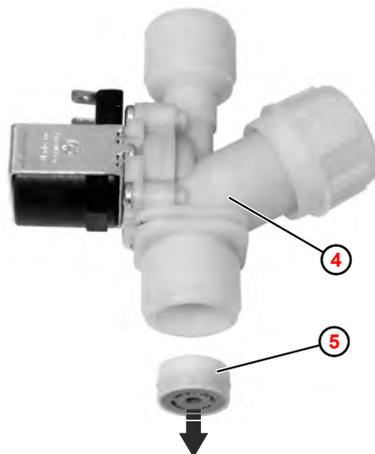

Abb. 19: Mengenregler ausbauen
- ④ Magnetventil
- ⑤ Mengenregler
4. Bei Bedarf, Mengenregler ⑤ mit einem geeigneten Werkzeug (z.B. Reißnadel) aus dem Magnetventil ④ ausbauen. Der Mengenregler wird dabei zerstört.
5. ► **Neuen** Mengenregler einsetzen, dabei unbedingt auf die korrekte Einbaulage achten (Abb. 19).